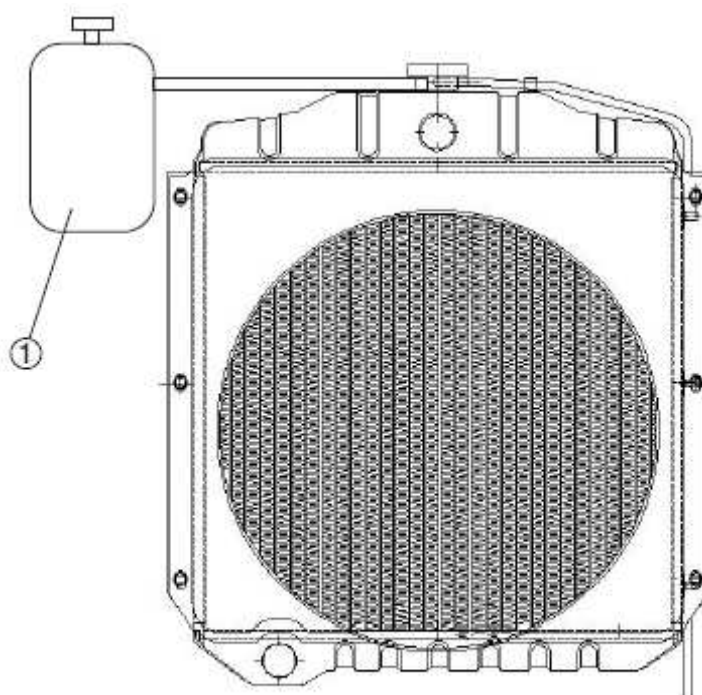

Fig. 5-10
Reservatório de expansão (1) do circuito de arrefecimento Fig. 5-10